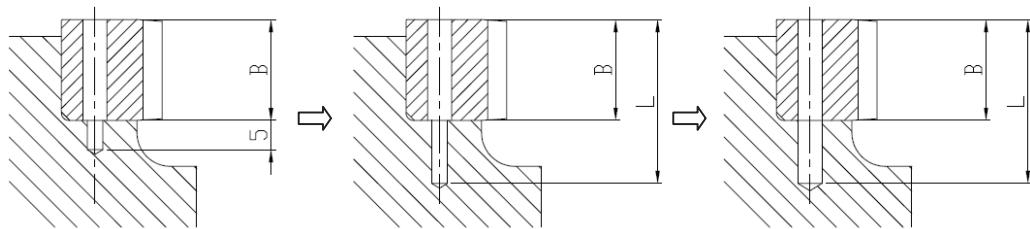

图 14
8.3.5 参考图 14 参考表 8 使用与齿条孔径相同的钻头，完成钻孔。